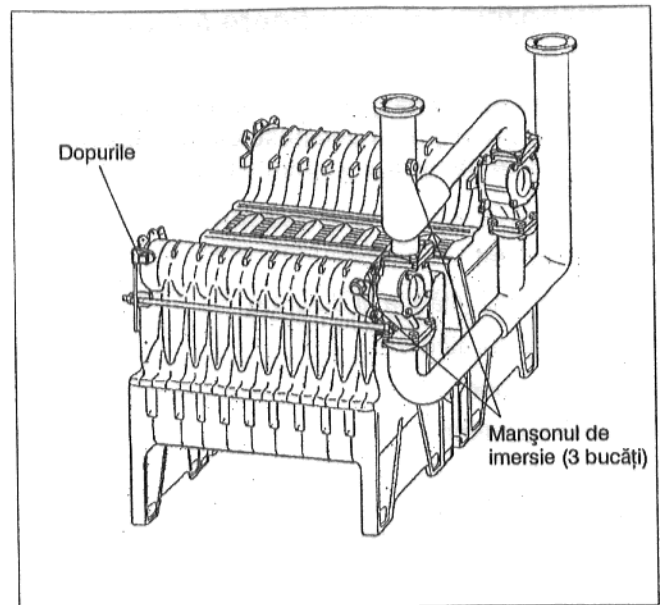

Fig. 13
- La părțile exterioare manșoanele de imersie (primul și al doilea bloc) se introduc în față iar dopurile în spate (Fig. 13).
- Al treilea manșon se va introduce în conducta de racordare a turului (vezi materialul de montare), (Fig. 13).